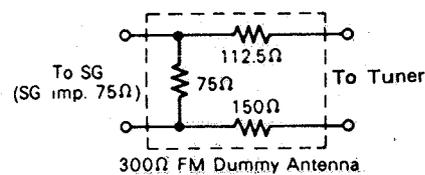

Fig. 11
Anmerkungen: 1. "Loudness"-Schalter off 2. Bandmonitorhalter source 3. Wahlschalter MW/UKW-mono 4. 300 Ohm UKW-Kunstantenne Siehe Abbildung 11 5. Netzspannung auf 110 Volt halten.
4. Antenne fictive FM de 300Ω Voir Fig. 11